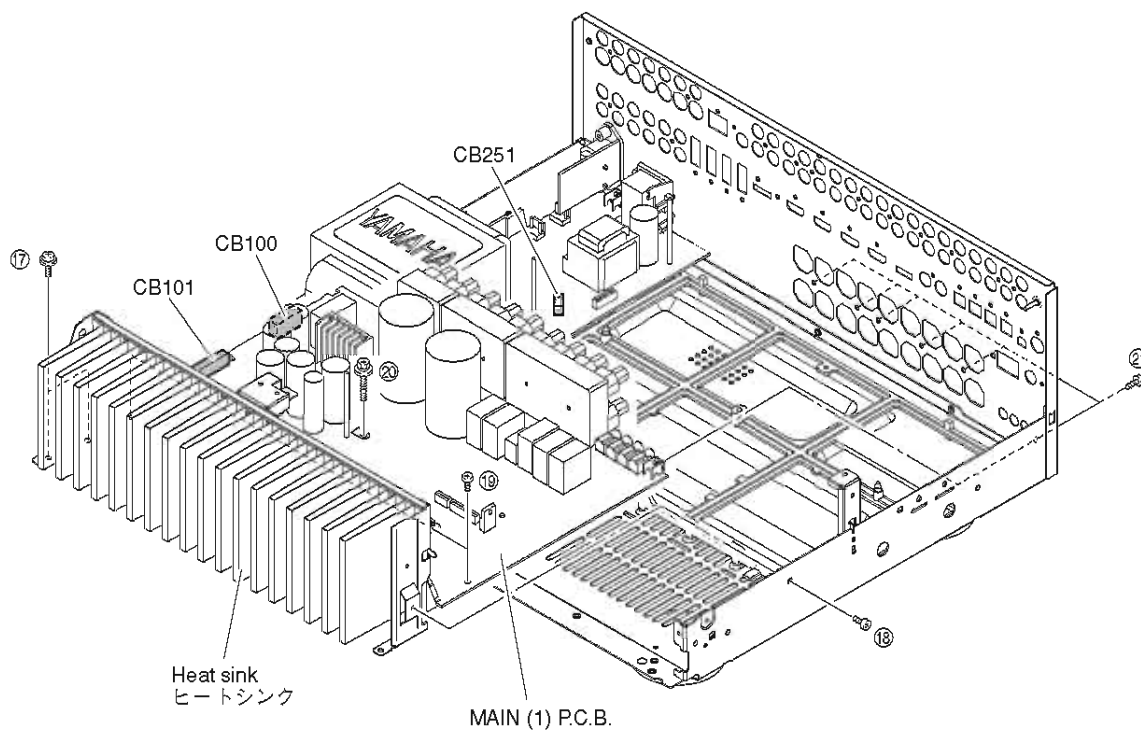

Fig. 8
- a. Remove 2 screws (17), screw (18), 2 screws (19) and screw (20). (Fig. 8)
- b. Remove 6 screws (21). (Fig. 8)
- c. Remove CB100, CB101 and CB251. (Fig. 8)
- d. Remove the MAIN (1) and (2) P.C.B.s together with heat sink. (Fig. 8)
- a. ⑰のネジ2本、⑱のネジ1本、⑲のネジ2本、⑳のネジ1本を外します。(Fig. 8)
- b. ㉑のネジ6本を外します。(Fig. 8)
- c. CB100、CB101、CB251を外します。(Fig. 8)
- d. MAIN(1)、(2)P.C.B.をヒートシンクと一緒に取り外します。(Fig. 8)